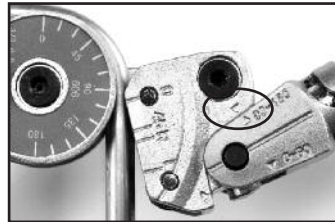

Figura 13 – Gire el Brazo del Carril
2. Gire el brazo por alrededor del Carril hasta que el triangulito en el Brazo quede en frente del triangulito grabado en el Carril (Figura 13).